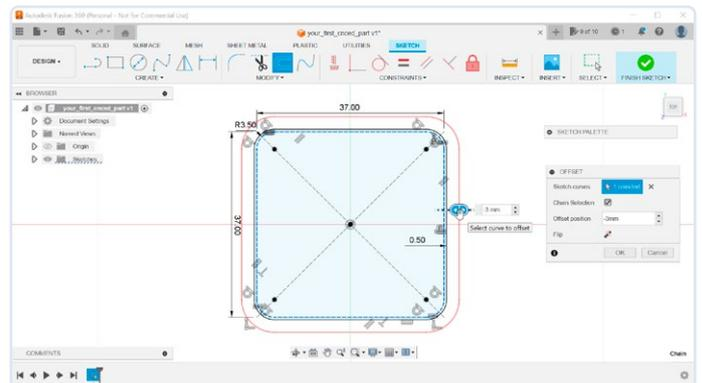

Bild 6. Einstellen der Wandstärken.
6) Ein weiterer Versatz ist für die Wandstärke unseres Gehäuses erforderlich (**Bild 6**). Wiederholen Sie den letzten Schritt, aber geben Sie den Versatz von -3 mm ein. Dadurch werden später 2,5 mm dicke Wände erzeugt.